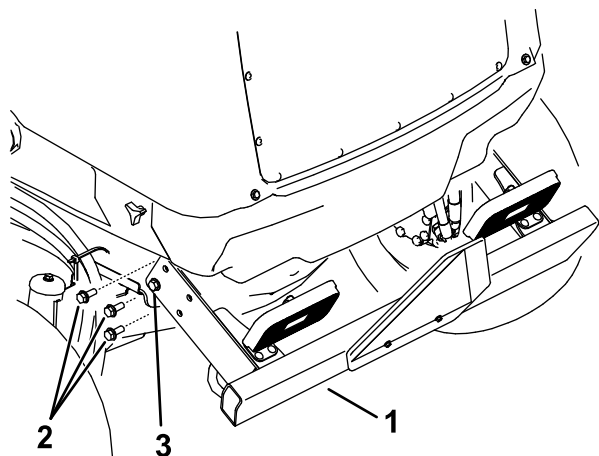

Figura 79
2. Togliete le tre (3) viti flangiate da ciascun lato del paraurti posteriore, come illustrato nella Figura 79.
6. Sollevate il paraurti posteriore in posizione e montate le viti flangiate. Serrate tutte le viti flangiate che fissano il paraurti posteriore al telaio (Figura 79).